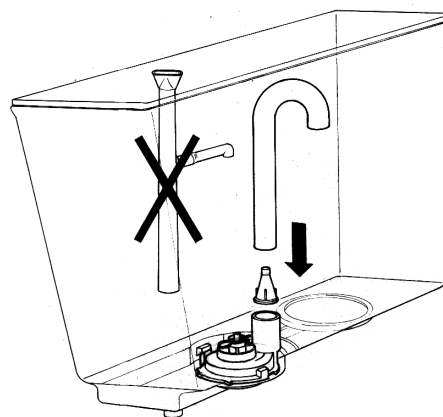

figura 2
- 6 - Per ridurre la schiuma che certi prodotti (caffè, tè, latte di mandorla ecc.) formano quando vengono agitati con la pompa, applicare alla stessa l'apposito dispositivo riduttore nonchè l'apposito tubo ricurvo (vedere figura 2).